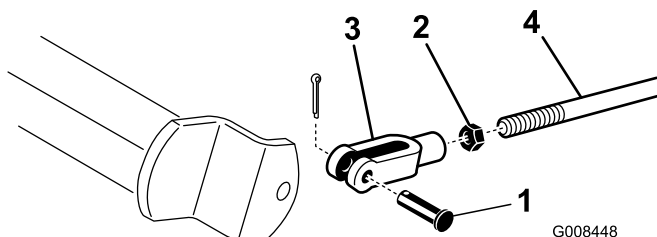

Figura 47
2. Se os travões não bloquearem de forma idêntica, desengate as barras dos travões, retirando o respectivo contrapino e pino da manilha (Figura 47).
3. Liberte a porca de bloqueio e efectue o ajuste da manilha (Figura 47).
4. Monte a cavilha no eixo do travão (Figura 47).